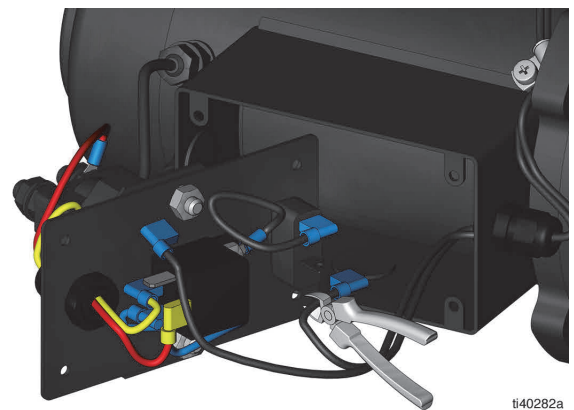

図 13
9. 圧カスイッチ ワイヤーのコネクタを切り離します（図 13）。